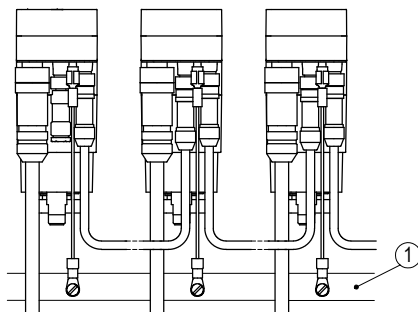

Abb. 9: PE-Schiene
Zum Schutz vor Störungen müssen die Schirme der Signalleitungen und Netzleitung beidseitig angeschlossen werden. Potentialunterschiede führen zu unzulässigen Strömen auf dem Schirm. Den PE Anschluss ④ zwischen den Anschlusssteckern auf das Schutzleiterpotential legen (siehe Abb. 8). Verwenden Sie dazu 6.3 mm Flachstecker mit kurzer Litze $2.5 \dots 4 \text{ mm}^2$ (nicht im Lieferumfang). Bei mehreren Stellantrieben wird empfohlen die Erdung auf eine PE-Schiene ① anzuschließen (siehe Abb. 9).